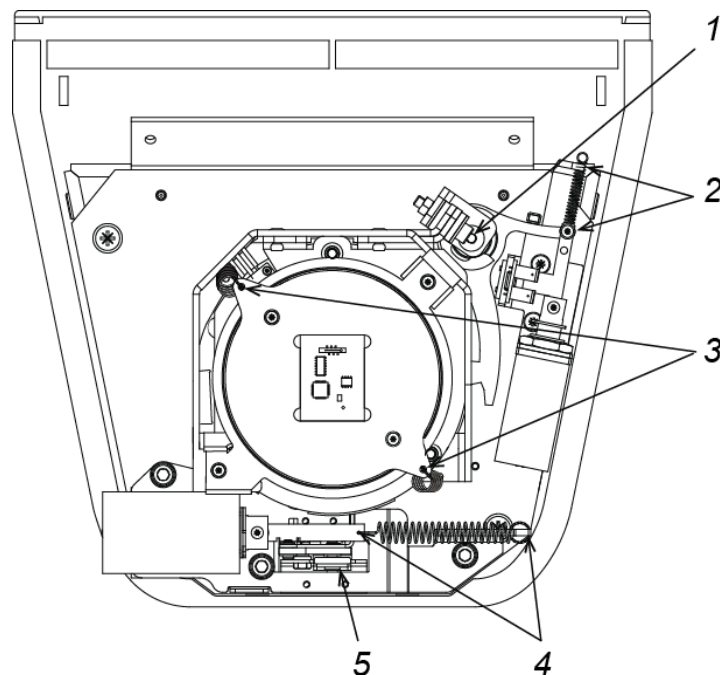

Рисунок 21. Техническое обслуживание механизма турникета
3. Проверьте надежность крепления преграждающих планок (3) к маховику и при необходимости подтяните установочные винты крепления преграждающих планок.
5. Снимите колпак турникета (1) с блоком индикации (2) согласно разд. 6.
- ось вращения рычага стопора (точка **1** на рис. 21) – смазкой **Chain and Rope Lube Spray – WEICON** или другой с аналогичными свойствами;
- места крепления пружин (точки **2, 3, 4** на рис. 21) – молибденовой смазкой;
- детали механизма аварийного открытия прохода (автоматического опускания преграждающей планки «Антипаника», точка **5** на рис.21) – смазкой **Chain and Rope Lube Spray - WEICON** или другой с аналогичными свойствами.
8. Проверьте надежность крепления кабелей в клеммных колодках платы интерфейса (10) и платы управления (9). При необходимости подтяните отверткой винты крепления кабелей.
10. Вставьте нижнюю часть зацепов колпака турникета в пазы корпуса (6) и опустите на половину высоты. Подключите кабель индикации (8) к блоку индикации турникета и к разъему **X8 (INDICATION)** платы интерфейса и опустите колпак до упора. При опускании колпака проследите, чтобы кабель индикации (8) складывался вперед и не защемлялся элементами конструкции. Зафиксируйте колпак винтами в нижней части корпуса.
11. Установите маховик (4) с преграждающими планками (3) в следующем порядке:
- Зафиксируйте маховик тремя винтами (5), установив под головку каждого винта пружинную шайбу. на резьбу винтов перед вкручиванием для надежной фиксации нанесите клей-герметик.